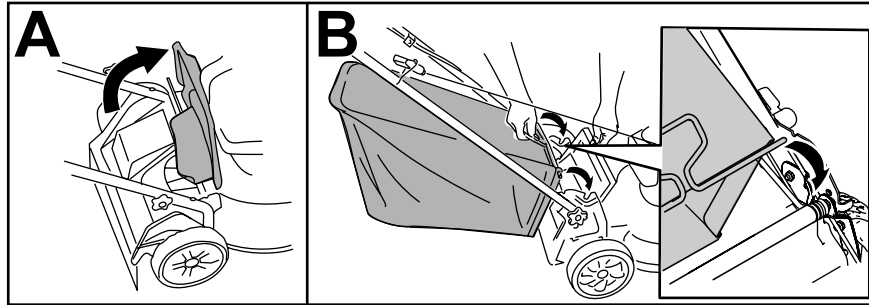

Figura 13
1. Levante y sujete el deflector trasero (Figura 13, A).
2. Instale el recogedor, asegurándose de que los pasadores de la bolsa descansan en las muescas del manillar (Figura 13, B).